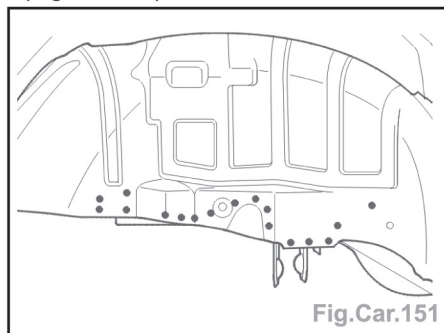

Fig.Car.151
- Souder par points bouchons et les meuler (Fig.Car.151).